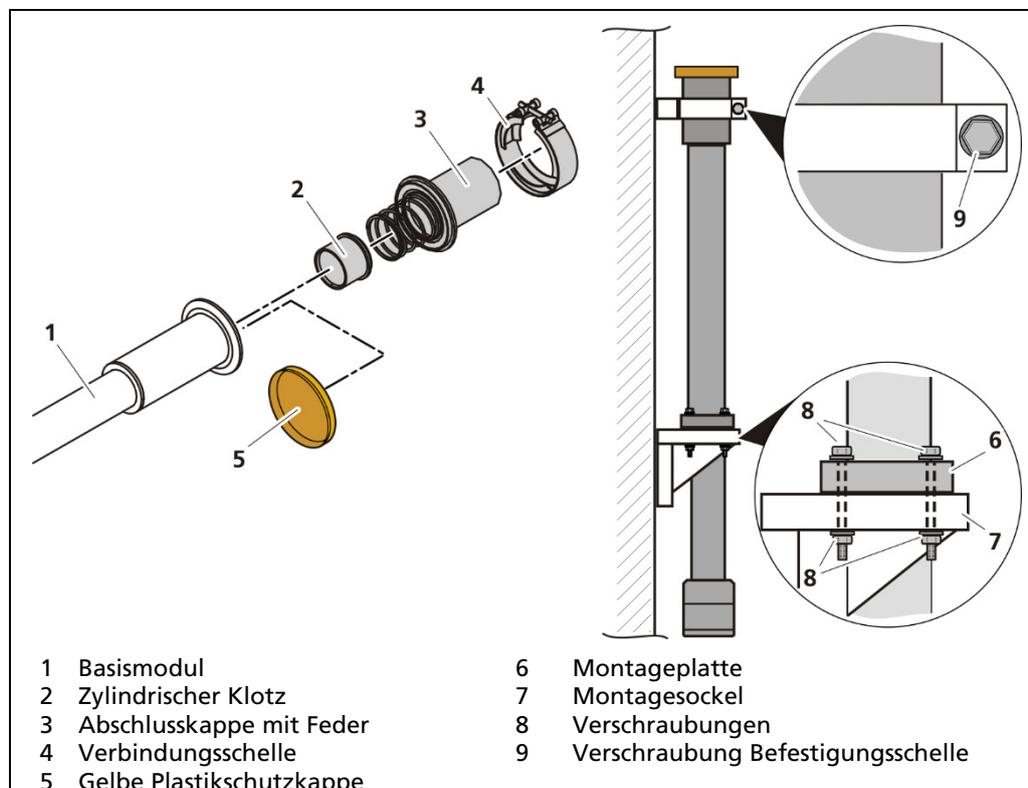

Abb. 15 Basismodul montieren
4. Nehmen Sie beim liegendem Basismodul (Abb. 15, Pos.1) die Abschlusskappe mit Feder und den zylindrischen Klotz ab. Drücken Sie dabei gegen die Abschlusskappe (Abb. 15, Pos.3) und schrauben Sie die Verbindungsschelle (Abb. 15, Pos.4) auf.
5. Setzen Sie die gelbe Plastikschutzkappe (Abb. 15, Pos.5) auf das Basismodul.
6. Setzen Sie das Basismodul mit der Montageplatte (Abb. 15, Pos.6) auf den Montagesockel (Abb. 15, Pos.7) und ziehen Sie die vier Verschraubungen (Abb. 15, Pos.8) fest an.
7. Sichern Sie das obere Ende des Basismoduls, indem Sie die Schraube (Abb. 15, Pos.9) an der vormontierten Befestigungsschelle festziehen.